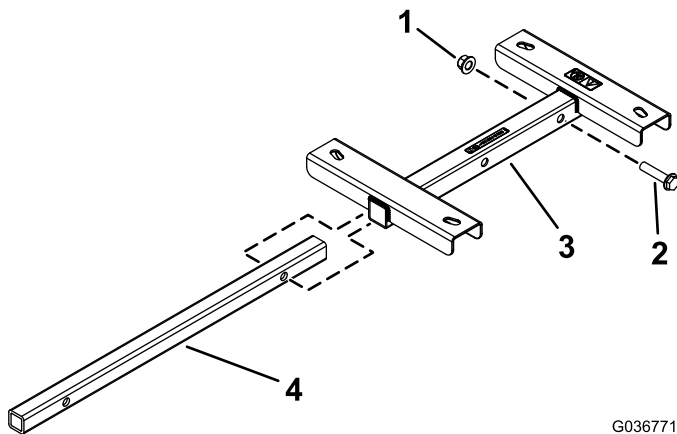

Bild 1
1. Setzen Sie die Rohrbefestigung in die Befestigung für die Schlauchtrommel ein, bis die Löcher in der Rohrbefestigung mit den am weitesten entfernten Löchern in der Befestigung für die Schlauchtrommel ausgefluchtet sind (Bild 1).
2. Befestigen Sie die Rohrbefestigung mit der Sechskantschraube ( $\frac{1}{2}$ " x  $2\frac{1}{4}$ " ) und der Sicherungsmutter ( $\frac{1}{2}$ " ) an der Befestigung für die Schlauchtrommel, wie in Bild 1 abgebildet.